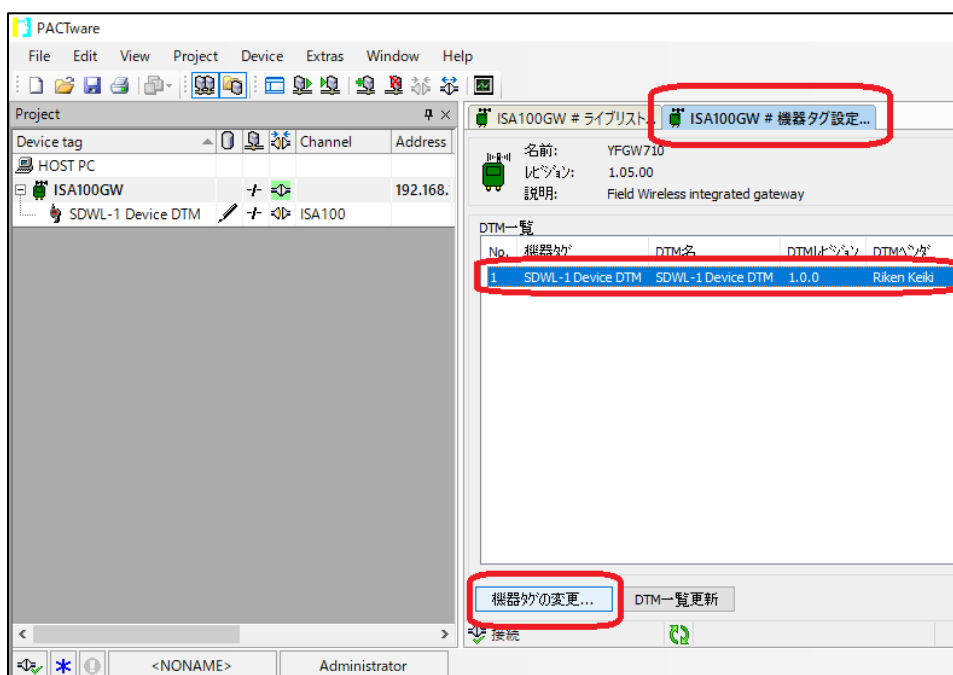

図 5-31 DTM 一覧（機器タグを変更する DTM の選択）
- ⑩ 「ISA100GW # 機器タグ設定」タブの DTM 一覧から該当する SDWL-1 を選択し、「機器タグの変更」を選択します。(図 5-31)